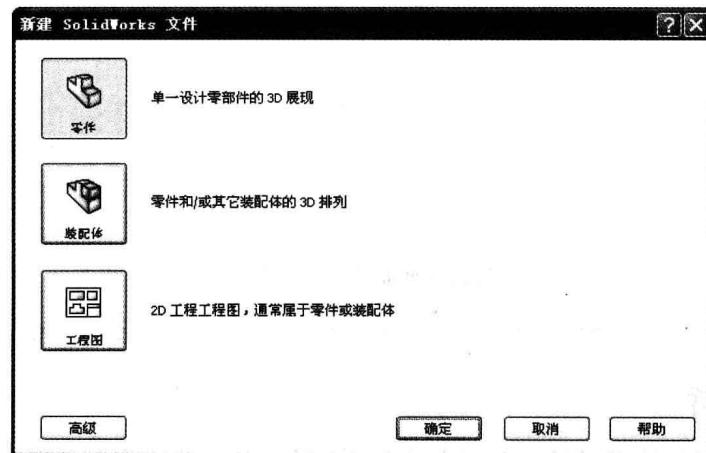

图 2-3 “新建 SolidWorks 文件”对话框
**Step1** 启动软件。单击“开始”→“程序”→“SolidWorks 2011”命令，或者双击桌面图标 ，启动 SolidWorks 2011。单击菜单栏中的“文件”→“新建”命令，或者单击“标准”工具栏中的“新建”按钮 ，系统弹出如图 2-3 所示的“新建 SolidWorks 文件”对话框，单击“零件”按钮 ，然后单击“确定”按钮，创建一个新的零件文件。